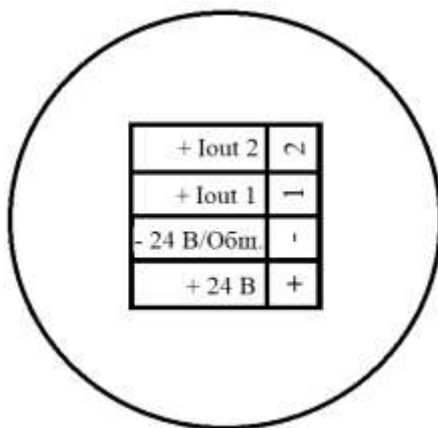

Рисунок 2.2 – Схематическое изображение клемм подключения
- при выключенном источнике питания подключите провода питания к зажимам сигнализатора с соответствующей маркировкой согласно рис.2.2;